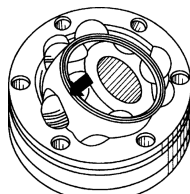

图 3-88 将球毂转入保持架
- 4) 用力压下保持架, 使装有钢球的球毂及钢球完全转入保持架内, 如图 3-88 所示。